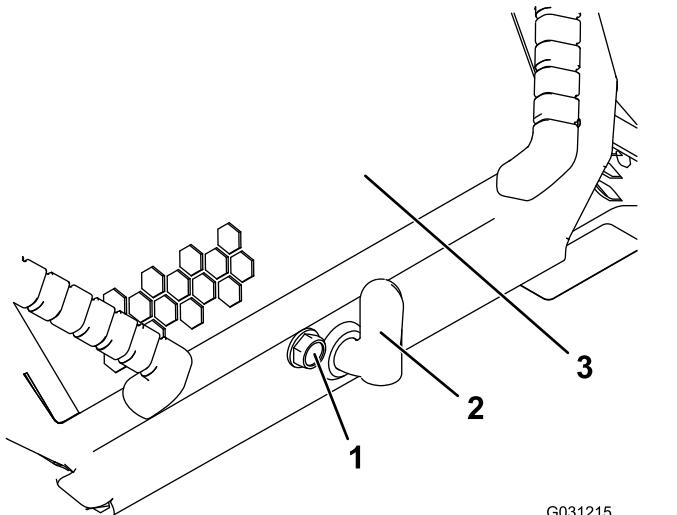

Bild 32
1. Lösen der Arretierschraube an der Motorhaube (Bild 32)
2. Drehen Sie den Motorhaubenriegel nach rechts (Bild 32).
3. Heben Sie die Griffe an und klappen die Motorhaube hoch (Bild 32).
3. Ziehen Sie die Arretierschraube der Motorhaube fest, um den Riegel zu arretieren (Bild 32).